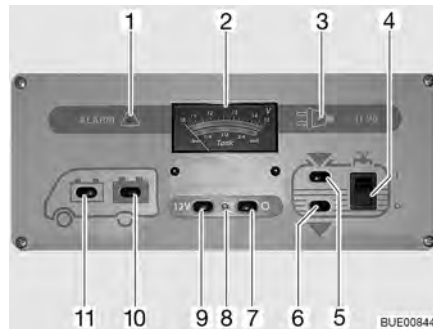

Fig. 133 Pannello di controllo IT 96-2
L'interruttore principale a 12 V (Fig. 133,7 e 9) inserisce o disinserisce il pannello di controllo e l'alimentazione a 12 V dell'abitacolo.
Accensione: ■ Premere l'interruttore (Fig. 133,9) "12 V": L'alimentazione a 12 V dell'abitacolo è inserita. La spia di controllo (Fig. 133,8) diventa verde.
Spegnimento: ■ Premere l'interruttore (Fig. 133,7) "O": L'alimentazione a 12 V dell'abitacolo è disinserita. La spia di controllo (Fig. 133,8) si spegne.
Per l'indicatore volt/serbatoio (Fig. 133,2) leggere la scala superiore. L'indicatore si illumina automaticamente appena viene premuto un interruttore.
- Premere l'interruttore (Fig. 133,11) "🔋": Viene indicata la tensione della batteria di avviamento.
- Premere l'interruttore (Fig. 133,10) "🔋": Viene indicata la tensione della batteria dell'abitacolo.
Per l'indicatore volt/serbatoio (Fig. 133,2) leggere la scala inferiore. L'indicatore si illumina automaticamente appena viene premuto un interruttore.
- Premere l'interruttore (Fig. 133,5) : Viene indicato il livello del serbatoio dell'acqua.
- Premere l'interruttore (Fig. 133,6) : Viene indicato il livello del serbatoio delle acque grigie.
Accensione: ■ Premere in alto l'interruttore a bilico (Fig. 133,4) "I": L'alimentazione idrica è accesa.
Spegnimento: ■ Premere l'interruttore a bilico in basso (Fig. 133,4) "O": L'alimentazione idrica è spenta.
La spia luminosa rossa "ALARM" (Fig. 133,1) inizia a lampeggiare non appena la tensione della batteria dell'abitacolo scende al di sotto di 11 V (misurazione durante il normale esercizio) con conseguente rischio che la batteria si scarichi troppo.
La spia di controllo a 12 V (Fig. 133,8) si accende non appena l'interruttore principale a 12 V (Fig. 133,9) viene inserito.
La spia gialla di controllo a 230 V (Fig. 133,3) si accende quando all'ingresso della centralina elettrica è presente una tensione di rete.